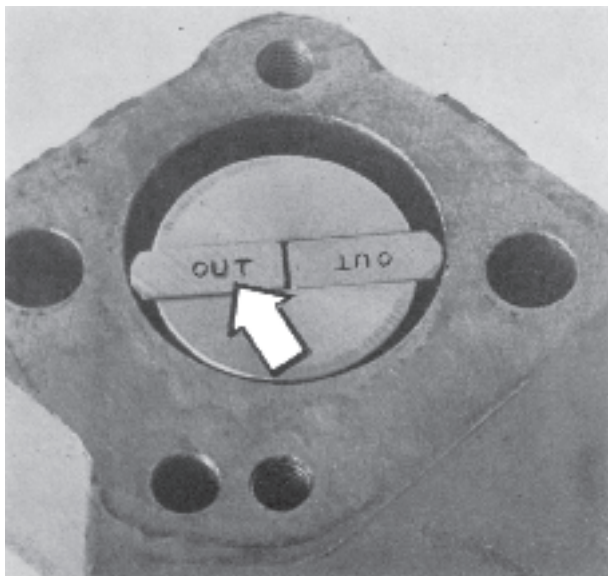

Fig. 44. Vingarnas placering
1. Axel, fjäder och vingar sätts ihop och monteras i huset. OBS! Märkningen OUT på vingarna skall monteras utåt från motorn, se fig. 44.